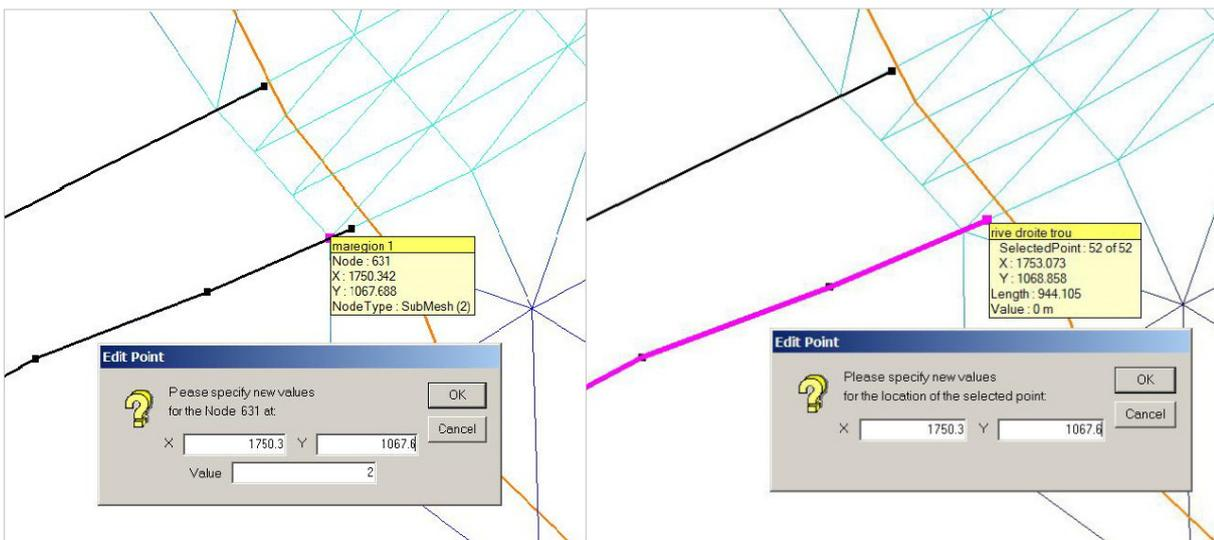

FIGURE 2.13 – Maillage du canal avec 6 points proche de la frontière Est du trou
- Répétez ce changement de coordonnées pour les points de la *rive gauche* sur la frontière Est, et aussi pour le passage des rives à la frontière Ouest du trou. Les lignes des berges coïncident alors avec les points sur la frontière du maillage général (Fig. 2.13)
- En zoomant sur les frontières on s'aperçoit qu'il y a maintenant 6 nœuds pour décrire le canal (Fig. 2.13) mais le maillage original n'en a que 4. On va donc éditer les éléments du maillage pour avoir le même nombre de nœuds de chaque côté de la frontière.